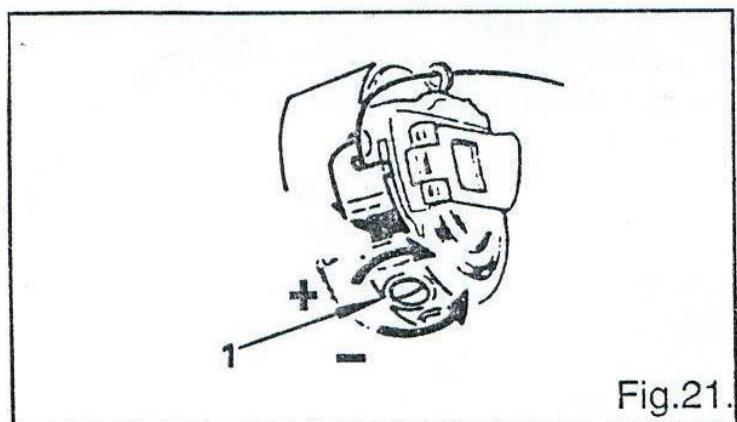

Fig.21.
17. Регулировка натяжения шпульной нити (Рис. 21)